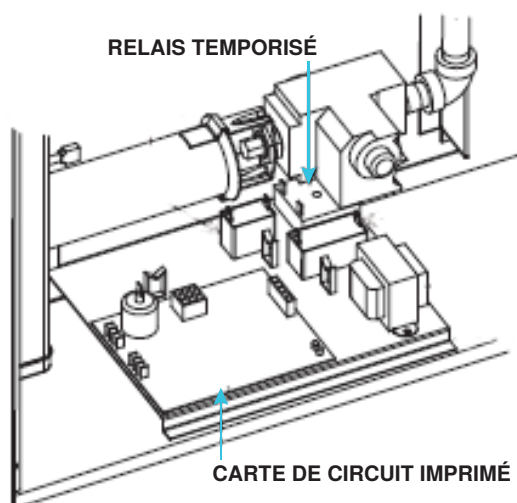

Figure 51. Carte de circuit imprimé existante et relais temporisé
2. Retirez le panneau d'accès pour accéder à la carte de circuit imprimé et au relais temporisé existants. (voir Figure 51).